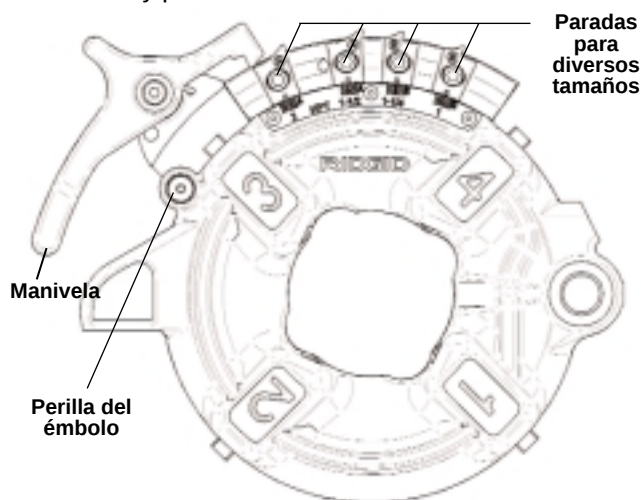

Figura 13 – Cabezal de Terrajas Semiautomático
Cabezal de terrajas Semiautomático (Figura 13) –
El Cabezal de Terrajas Semiautomático para roscas a mano derecha (Figura 13) requiere cuatro juegos de terrajas para roscar tubería desde $\frac{1}{8}$ hasta 2 pulgadas. Se precisa un juego de terrajas para cada una de las siguientes gamas de tamaño: ($\frac{1}{8}$ pulg), ($\frac{1}{4}$ y $\frac{3}{8}$ pulg), ($\frac{1}{2}$ y $\frac{3}{4}$ pulg) y (1 a 2 pulg). Para roscar pernos se necesita un juego distinto de terrajas para cada tamaño de perno.
1. Baje la manivela y gírela para que la placa de levas descansa contra la perilla del émbolo (como se muestra en la Figura 13 – Cabezal de terrajas Modelos 816 y 817)